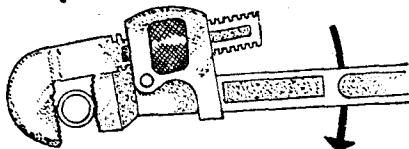

图 1-15 管子扳手的运用
(6) 使用管子扳手时，应使扳手口咬紧工作物后，再用力拉（如图1-15），否则会滑脱。